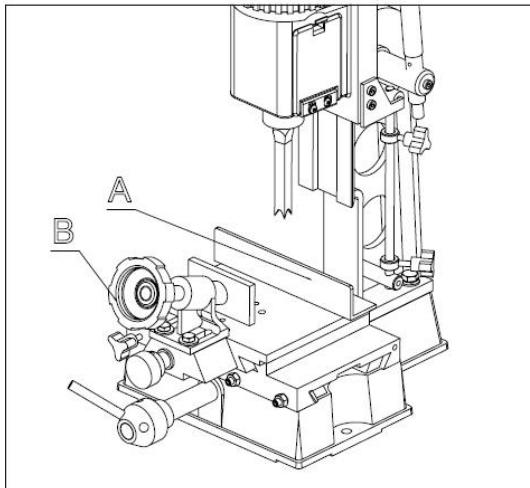

Abb. 5
Der Zaun (A) Abb. 5 kann durch Lösehebel (B), Schiebeanschlag in die gewünschte Position und Spannhebel (B).